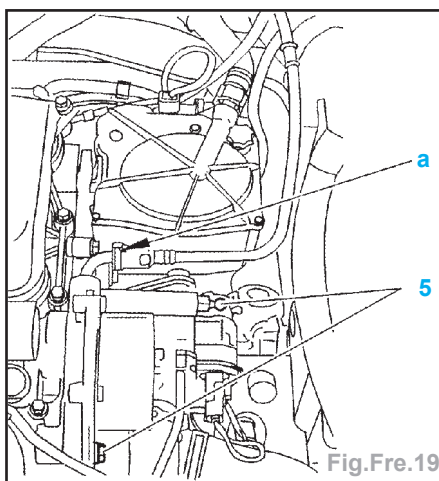

Fig.Fre.19
- Désaccoupler le tube de dépression (en «a») (Fig.Fre.19).